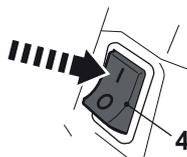

Fig. 23
- > Mettez l'interrupteur [4] sur «I» (marche) (Fig. 23) (démarrage à froid ou à chaude).